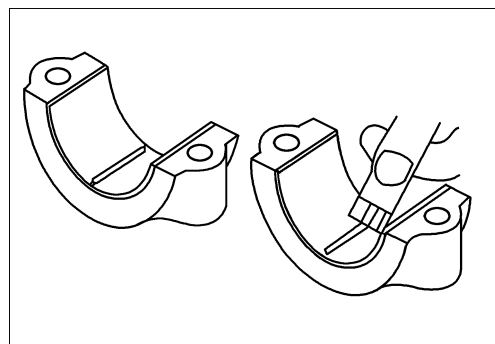

图 2-133 测量被压扁的塑料线最宽部位的宽度
③ 小心地装上连杆盖，将螺母按规定力矩拧紧。
④ 连杆盖小心地拆下。
⑤ 用塑料塞尺包装袋上印有的量尺，如图 2-133 所示，测量被压扁的塑料线最宽部位的宽度，得出间隙值。